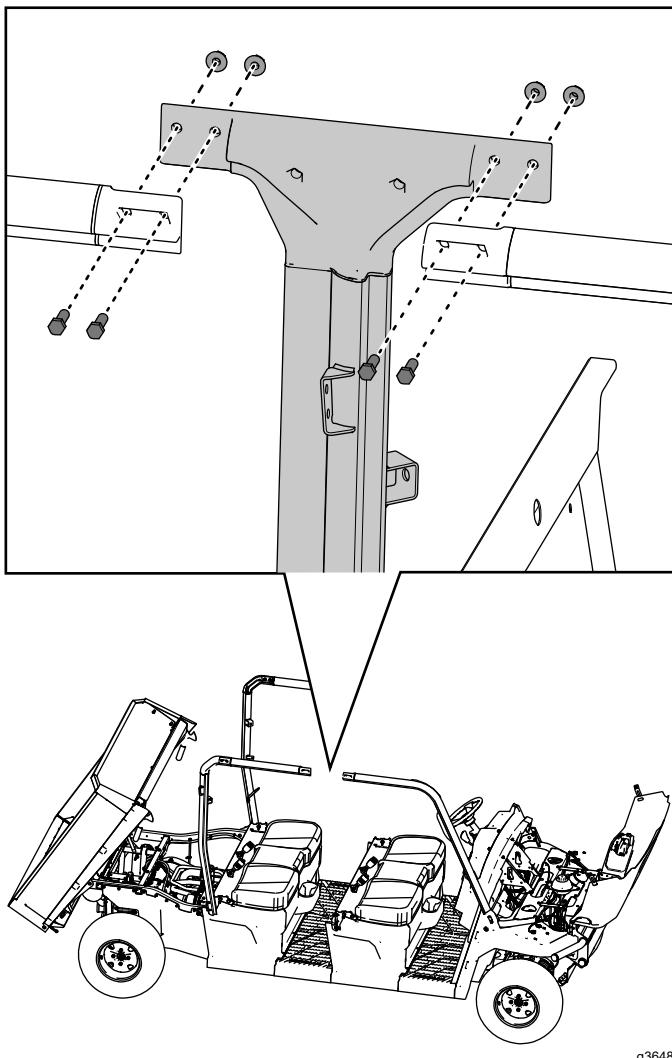

Figure 46
12. Fixez légèrement le haut de la barre centrale droite de l'arceau de sécurité aux barres avant et arrière droites à l'aide de 4 boulons à tête hexagonale ($\frac{3}{8} \times 1\frac{1}{4}$ po) et de 4 contre-écrous ($\frac{3}{8}$ po), comme montré à la Figure 46.